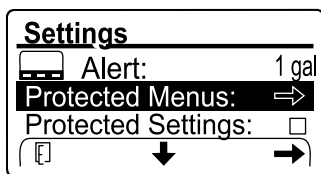

Рисунок 108
1. Введите ПИН-код для опции PROTECTED MENUS (ЗАЩИЩЕННЫЕ МЕНЮ) (Рисунок 108), см. Доступ к защищенным меню \(страница 26\).